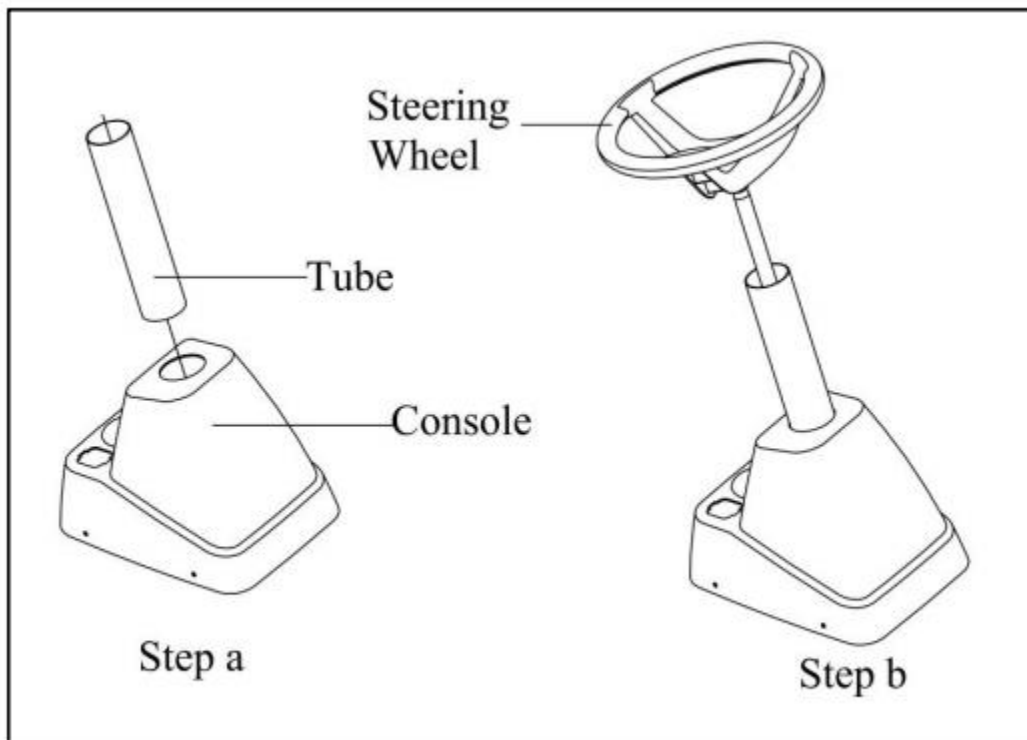

Figure 4
- 2) Faites glisser le tube dans la console et assurez-vous que l'extrémité du tube s'insère dans la douille de direction (figure 4, étape a).
- 3) Faites glisser le volant et le montant de la direction dans le tube et la console. La colonne de direction se verrouille sur le pignon. Tirez sur le volant et assurez-vous que la colonne de direction est bien verrouillée (figure 4, étape b).